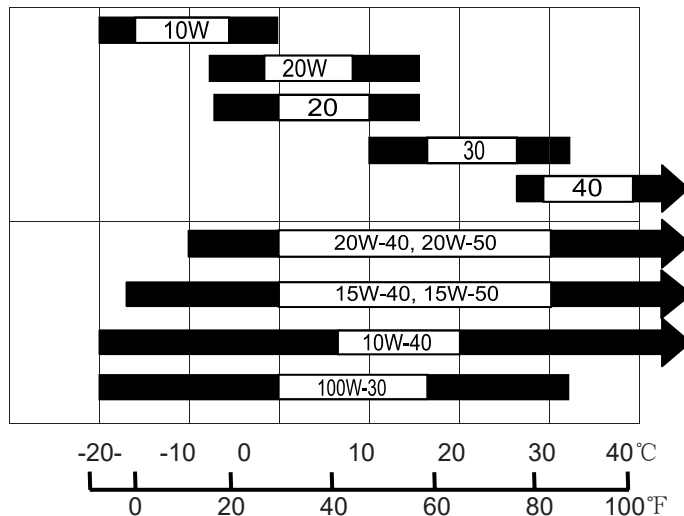

Рис. 10
- Отвинтите крышку (3) заливной горловины картера (1).
- Рекомендуем использовать моторные масла PATRIOT. Шкала вязкости масла для его выбора (Рис. 10).